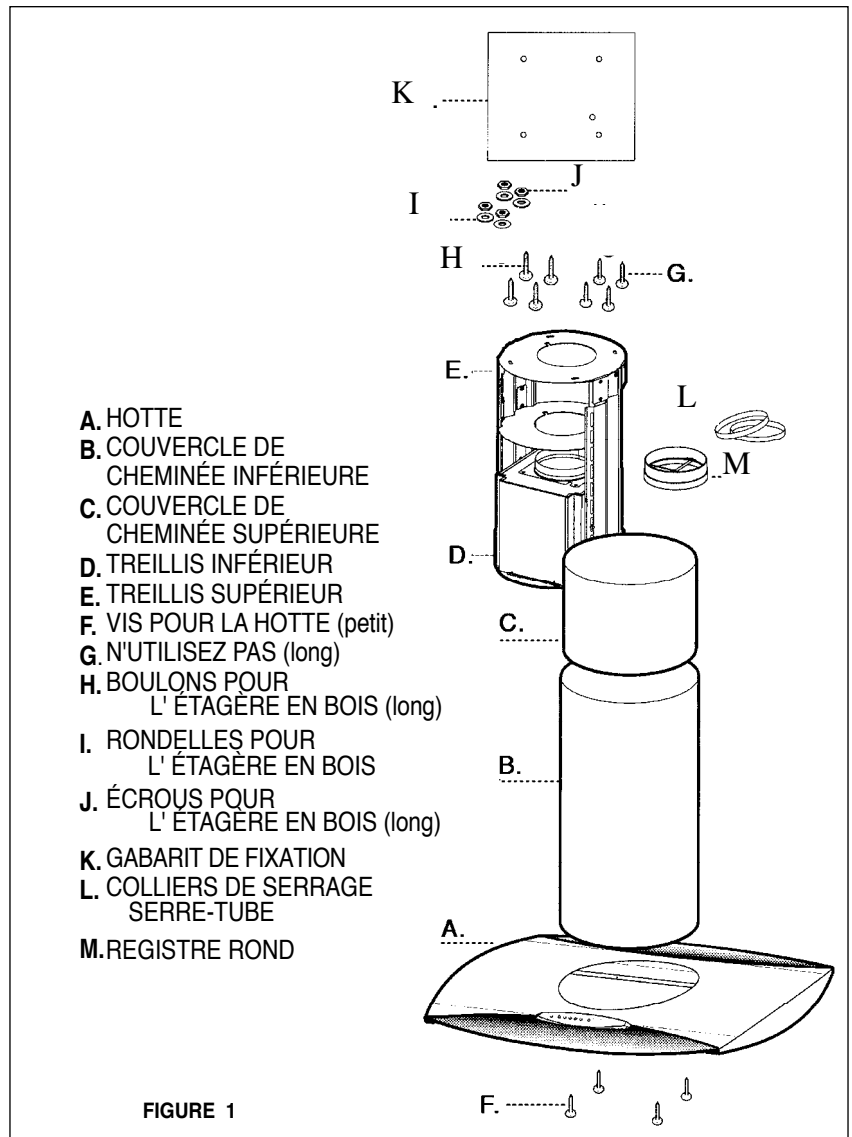
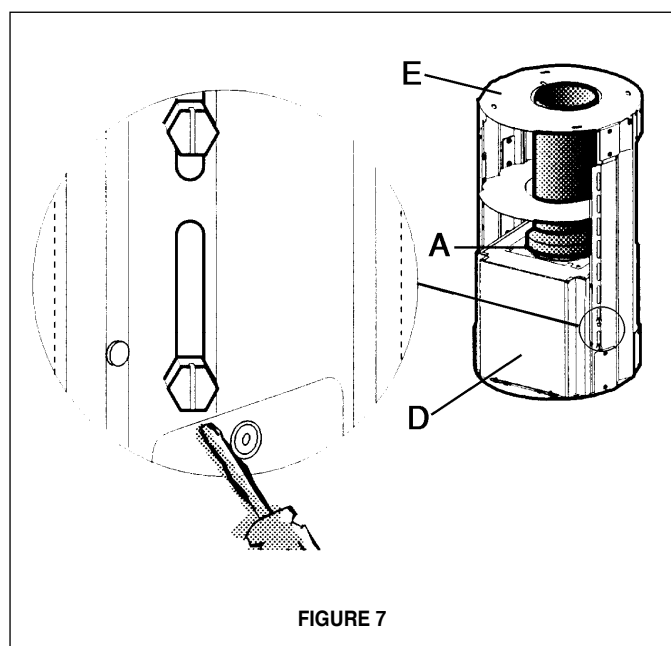
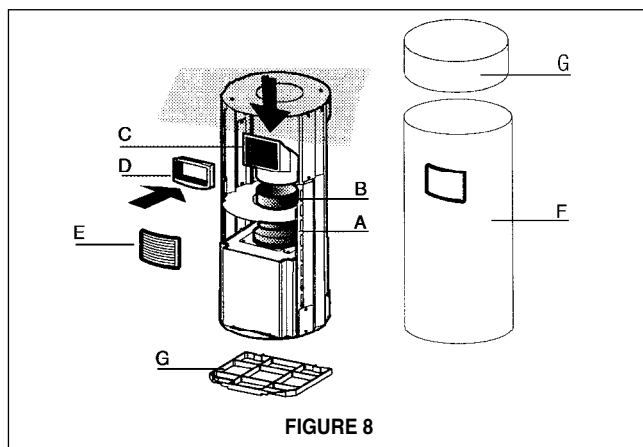
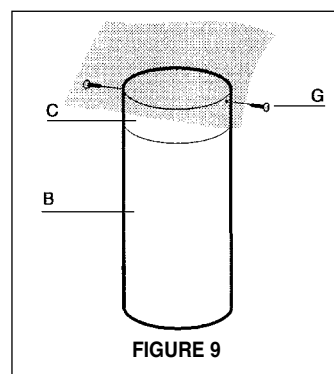

FIGURE 1
FIGURE 7
FIGURE 8
FIGURE 9
Séparer le COUVERCLE CHEMINÉE SUPÉRIEURE (C de la FIGURE 1) et le COUVERCLE CHEMINÉE INFÉRIEURE (B de la FIGURE 1) du Treillis en dévissant les deux vis.
La hotte se fixe au plafond à l'aide d'un support métallique (D et E de la FIGURE 1). Ce support doit être fixé au plafond avant que la hotte ne soit installée au support. Puisque cette structure supporte le poids de la hotte, elle doit être fixée fermement au plafond. **POUR DES PLAFONDS EN BOIS** - Utiliser quatre longues vis à bois 4 po. et rondelles. **POUR LES PLAFONDS EN PLÂTRE OU EN PANNEAUX MURAUX SECS** - Si possible, le support doit être fixé aux solives du plafond, sinon, une structure supportante doit être érigée derrière le panneau mural sec. **POUR L'ÉTAGÈRE EN BOIS** - Utiliser H, I, & J de la FIGURE 1.
La cheminée Axia Isola sans conduit est réglable pour différentes hauteurs de plafond, entre 7 pi 10 5/8 po and 8 pi 10 5/8 po (regardez la distance entre la hotte et la table de cuisson - **X** en **FIGURE 5**). Cela s'accomplit en utilisant ou moins du couvercle de la cheminée supérieure. **La FIGURE 5** illustre les dimensions de chaque pièce du modèle Axia Isola. Couper le **COUVERCLE CHEMINÉE SUPÉRIEURE (C de la FIGURE 1)** pour les installations sans conduit.
5. Déterminer l'emplacement approprié pour le câble d'alimentation, tel qu'il est indiqué sur le gabarit. Utiliser un foret de 1 1/4 po pour faire un trou et y passer le câble d'alimentation. Utiliser de la pâte à calfeutrer pour sceller tout autour du trou. **NE PAS mettre en circuit tant que l'installation n'est pas complétée.** Une pastille enfonçable est prévue en haut de le TREILLIS SUPÉRIEUR (E de la FIGURE 1) pour le câble d'alimentation.
6. Pour installations avec conduit, placer le REGISTRE ROND (A de la FIGURE 7) dans l'ouverture d'échappement de la hotte et appuyer fortement sur le registre.
7. Avant d'installer le treillis, déterminez la longueur de le treillis et serrer les huit vis en utilisant un tournevis à plate (FIGURE 7).
8. Mettre le COUVERCLE CHEMINÉE SUPÉRIEURE (C de la FIGURE 1) pour installations avec conduit - dans la hotte de la boîte, G in FIGURE 8 for installations sans conduit - dans le Kit Pour Conversion Du Conduit de la boîte) en haut de treillis. Installer le TREILLIS SUPÉRIEUR ET INFÉRIEUR (D et E de la FIGURE 7) en s'assurant qu'il le soit de façon sécuritaire.
Installations sans conduit requièrent le **Kit Pour Conversion Du Conduit (FIGURE 8)**. N'utilisez pas le REGISTRE ROND (A de la FIGURE 7) pour les Installations sans conduit. Jeter le COUVERCLE CHEMINÉE INFÉRIEURE (B de la FIGURE 1) et remplacer avec le couvercle de cheminée inférieure avec trous d'échappement d'air dans le **Kit Pour Conversion Du Conduit (F de la FIGURE 8)**. Jeter le COUVERCLE CHEMINÉE SUPÉRIEURE (C de la FIGURE 1) et remplacer avec le couvercle de cheminée supérieure dans le **Kit Pour Conversion Du Conduit (G de la FIGURE 8)**.
Illustré à la FIGURE 8, mettre le FLANGE (A) dans l'ouverture d'échappement de la hotte et appuyer. Mettre le DUCTLESS DIVERTER EXTENSION VERTICAL (B) dans l'ouverture de le FLANGE (A) et mettre le DUCTLESS DIVERTER (C) dans le EXTENSION (B). Mettre le DUCTLESS DIVERTER EXTENSION HORIZONTAL (D) dans le DIVERTER (C).
1. Le COUVERCLE CHEMINÉE SUPÉRIEURE (C de la FIGURE 9) se fixe avec les deux vis fournies (G de la FIGURE 9). Fixer le COUVERCLE CHEMINÉE SUPÉRIEURE.
2. Brancher le conduit sur le REGISTRE ROND (A in FIGURE 7) et sceller toutes les connexions avec du ruban à conduit.
3. Le COUVERCLE CHEMINÉE INFÉRIEURE (B de la FIGURE 9) repose sur le haut de la HOTTE (A de la FIGURE 1) une fois qu'elle est installée. Installer le COUVERCLE CHEMINÉE INFÉRIEURE.
Pour installations sans conduit, aligner DUCTLESS DIVERTER EXTENSION HORIZONTAL (D de la FIGURE 8) avec le trou d'échappement d'air dans COUVERCLE CHEMINÉE INFÉRIEURE (F de la FIGURE 8) et installer le VENT GRID (E de la FIGURE 8).
Pour installations sans conduit, installer le **FILTRE AU CHARBON (G de la FIGURE 8)**.